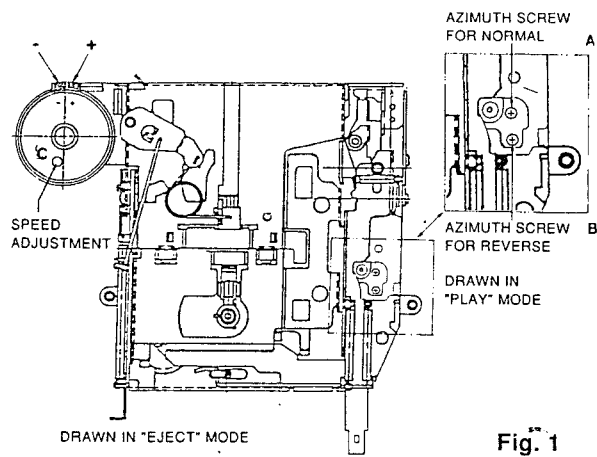

Fig. 1
3. Gleichlaufschwankungen/Bandgeschwindigkeit (Bild 1)
1. Azimuth (fig. 1)
3. Wow e flutter/velocità del nastro (fig. 1)